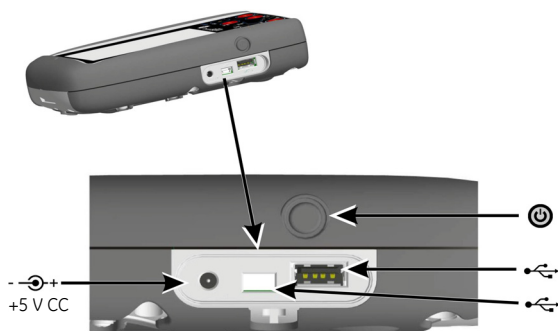

Fig. 2 Vista laterale
1. Collegare l'alimentatore CC/il caricabatteria al collegamento  $+5 V_{CC}$  nella parte laterale dell'unità (rif.: fig. 2, vista laterale).
2. La batteria può essere caricata anche tramite i collegamenti USB (rif.: fig. 2, vista laterale).
Premere il tasto di accensione (rif.: fig. 2, vista laterale) fino a quando viene visualizzato il dashboard.